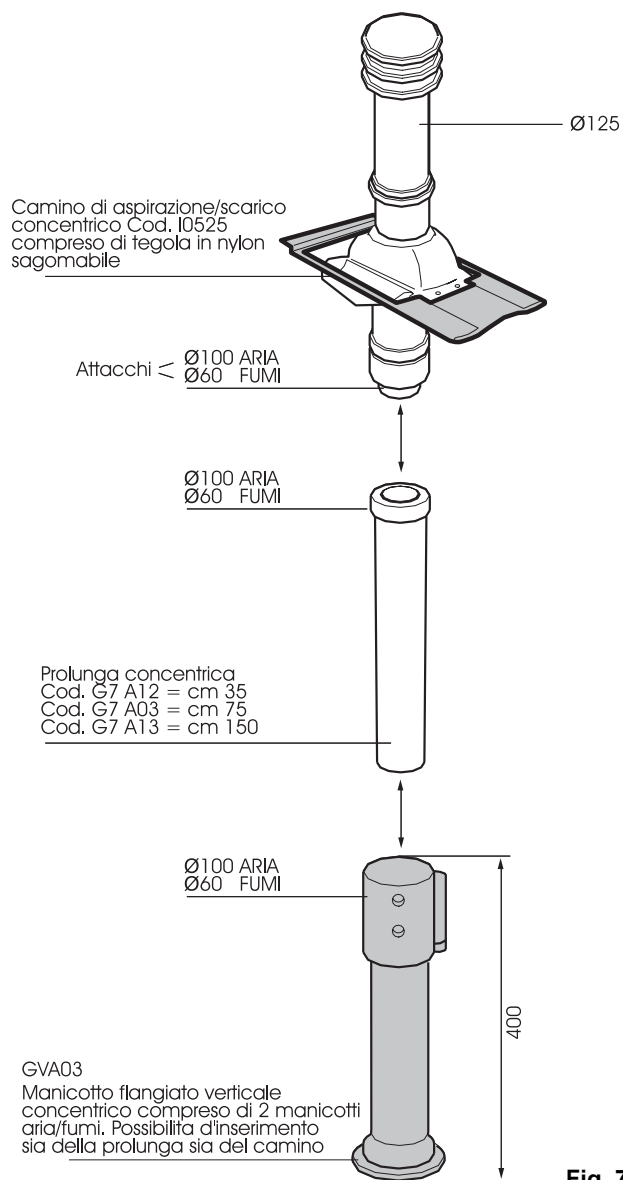

Fig. 7
- assicurare la tenuta dell'insieme del condotto, rispettando le indicazioni del disegno sottostante e di **fig. 7**.